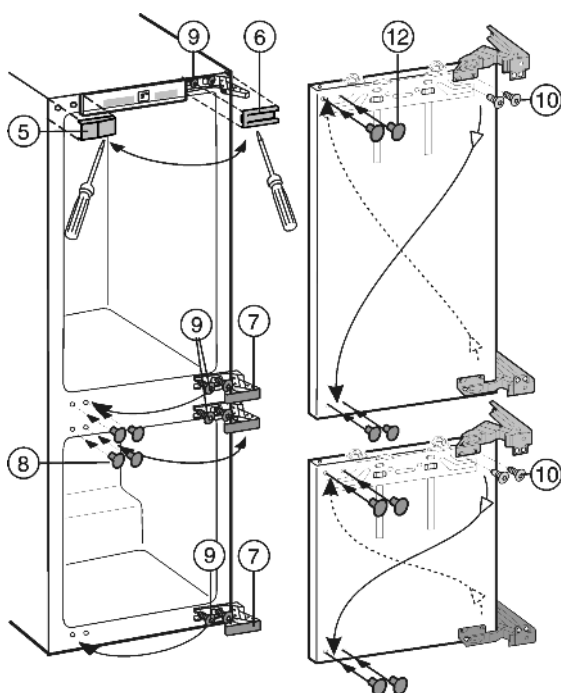

Fig. 4
- ▶ Afdekkingen Fig. 4 (5,6,7,8) met een schroevendraaier naar voor trekken en afnemen.
- ▶ Schroeven Fig. 4 (9) boven en onder aan het apparaat alleen losser draaien.
- ▶ Schroeven Fig. 4 (9) aan de andere kant aanbrengen, kort inschroeven.
- ▶ Schroeven Fig. 4 (10) losdraaien en de scharnieren diagonaal omklappen.
De schroeven Fig. 4 (10) zijn zelfsnijdend: accuschroevendraaier gebruiken.
- ▶ Met stoppen Fig. 4 (12) om de vrijgekomen bevestigingsgaten te dichtten.
- ▶ Deuren in de voorgemonteerde schroeven Fig. 4 (9) hangen en schroeven met **4 Nm** goed aandraaien.